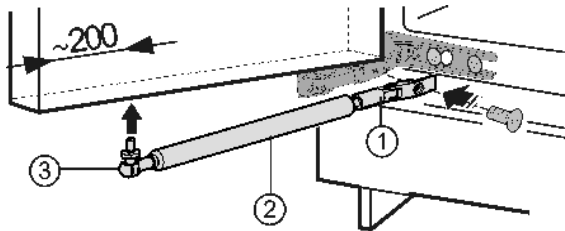

Fig. 5
- ▶ Прикрутите держатель Fig. 5 (1).
- ▶ Шаровую головку Fig. 5 (3) вместе с демпфером закрывания дверей Fig. 5 (2) вкрутите в крепежное отверстие.